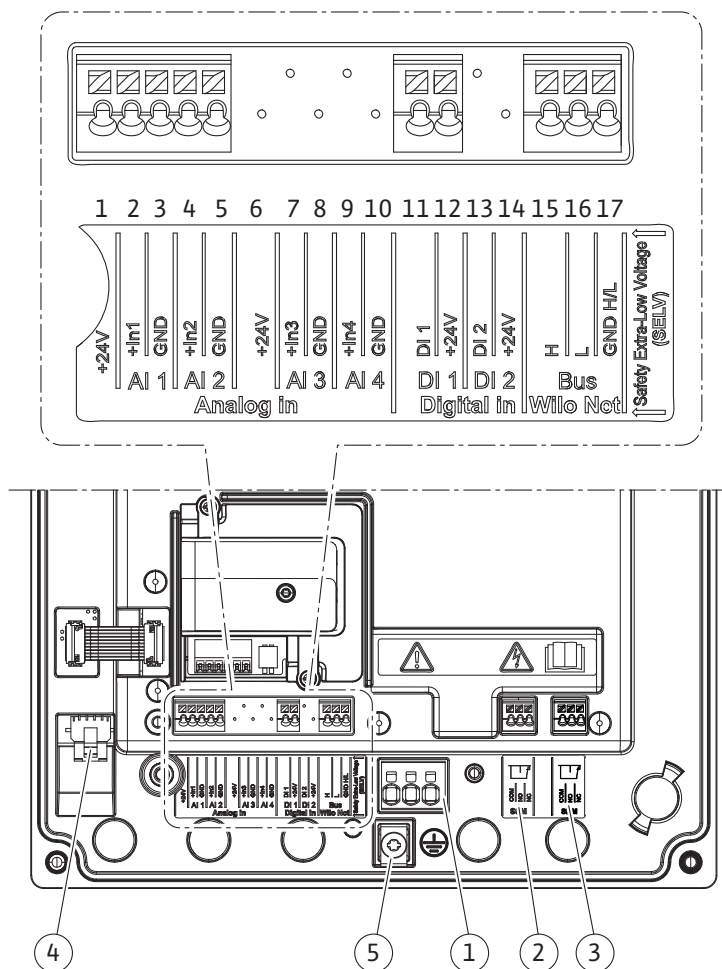
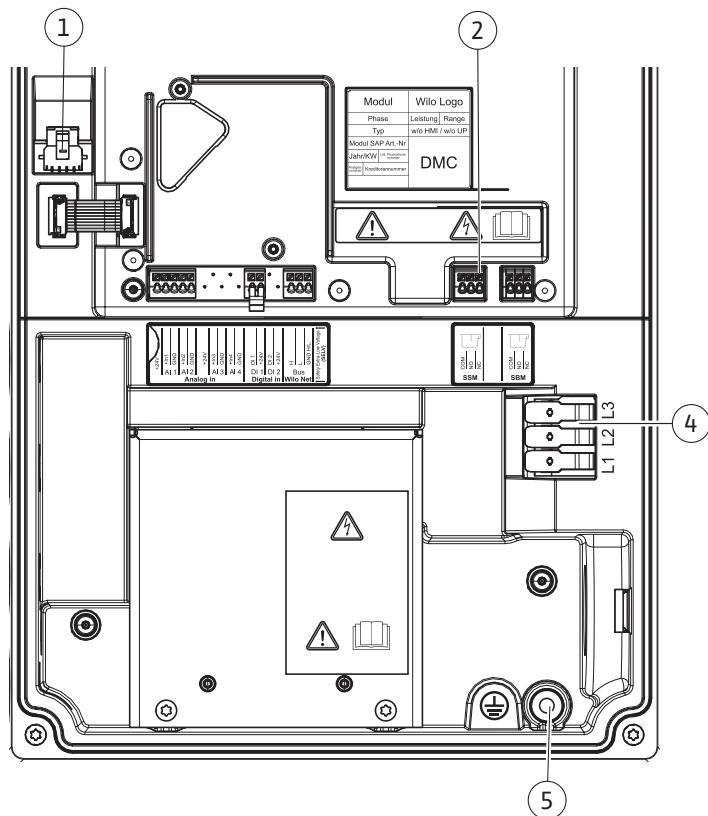

Fig. 25: Oversigt over klemmer i modulet (0,37 kW ... 7,5 kW)
Fig. 26: Oversigt over klemmer i modulet (11 kW ... 22 kW)
Nettilslutning Fig. 25, pos. 1 Fig. 26, pos. 4
Jordskrue Fig. 25 og 26, pos. 5